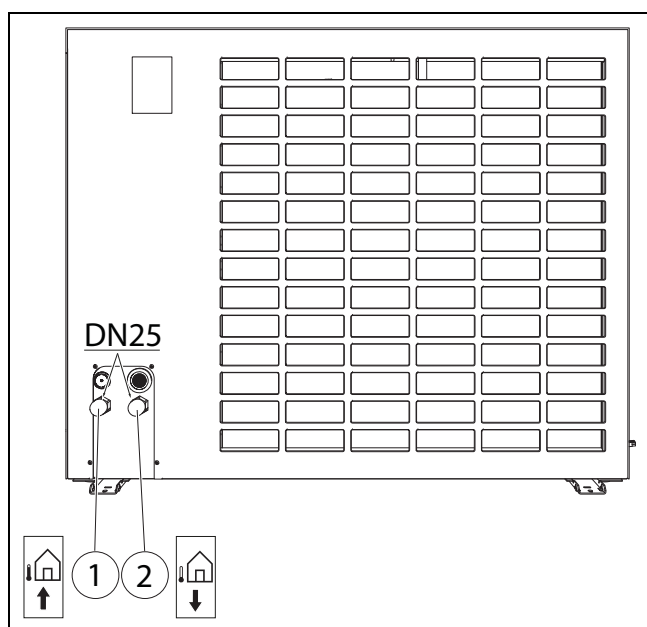

Bild 37 Anschlüsse der Wärmeträgerrohre, Beschreibung gültig für alle Größen
- Vorlaufleitung von der Inneneinheit an den Wärmeträgerausgang anschließen (→ [1], Abbildung 37).
- Rücklaufleitung von der Inneneinheit an den Wärmeträgereingang anschließen (→ [2], Abbildung 37).